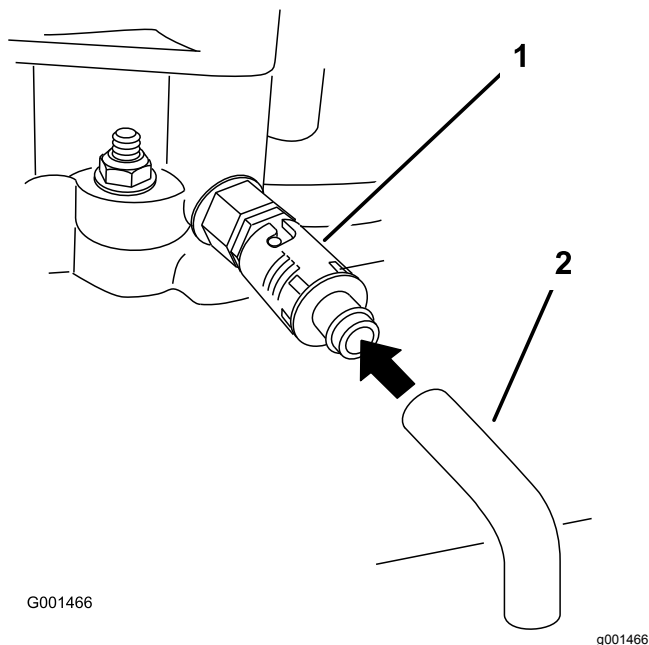

Figura 26
7. Gire la válvula de vaciado para que se drene el aceite (Figura 26).
9. Retire el tubo de vaciado (Figura 26).